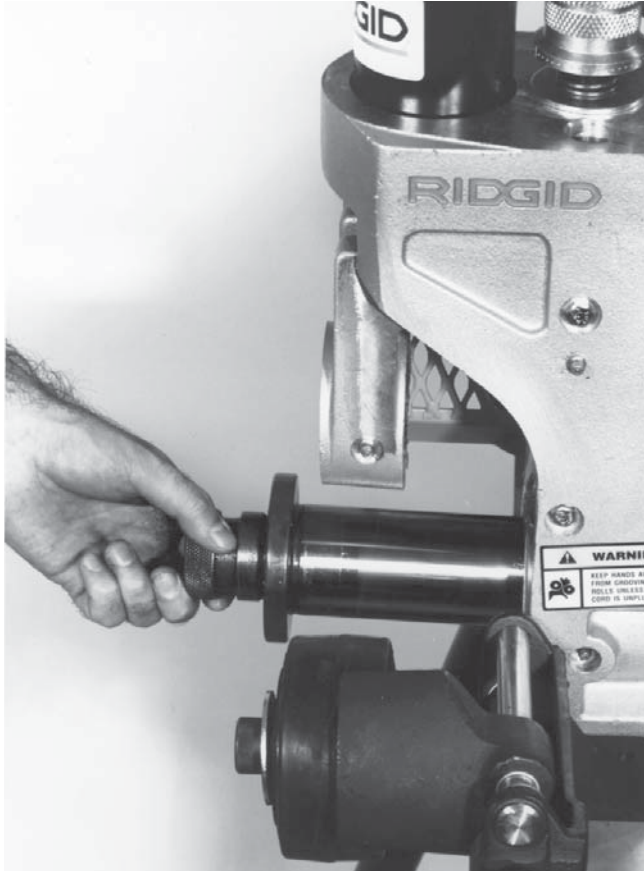

Рисунок 15 – Снятие ведущего вала
- Снимите ведущий вал (рисунок 15).